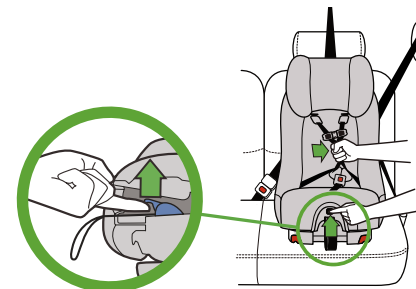

Figura 85
- Levante la lengüeta de ajuste del arnés y al mismo tiempo tire hacia afuera del arnés de los hombros, como se muestra en la **figura 85**.